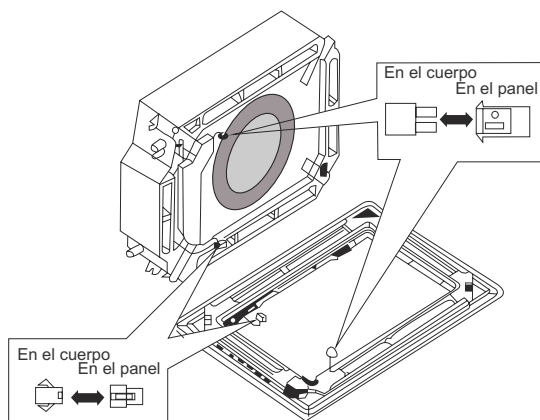

Fig.37
- (4) Conecte los cables del motor según muestra la Fig.37.